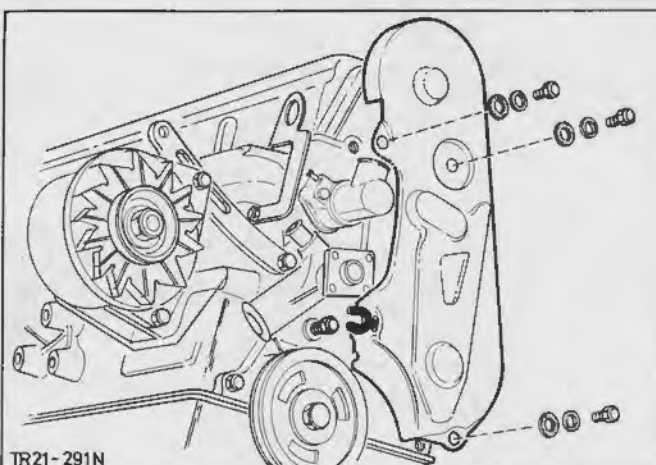

Fig.31. Afmonter tandremsdækslet
5. Afmonter tandremsdækslet (3 bolte). Træk tandremsdækslet med styreklemme sidelæns ud af holdebolten, der samtidig fastholder vandpumpen, Fig.31.